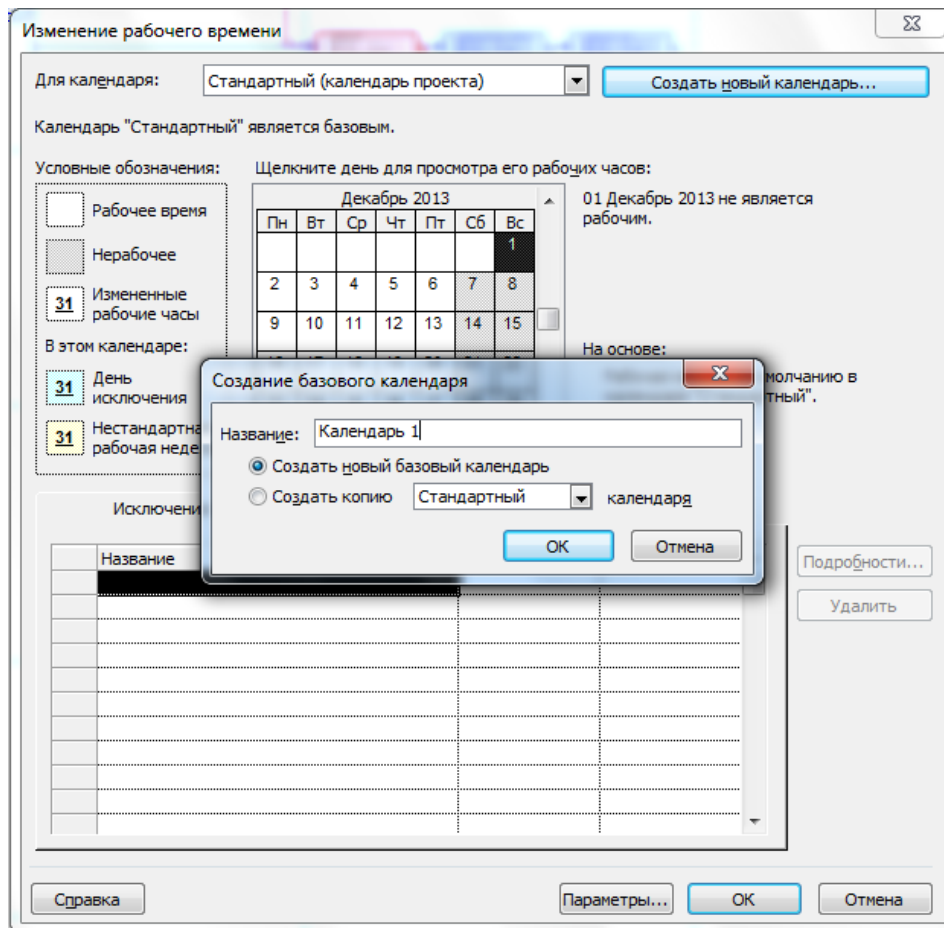

Рис. 2.6. Диалог **Change Working Time** (Изменить рабочее время)
- Выберите команду меню **Service** ⇒ **Change Working Time** (Сервис ⇒ Изменить рабочее время). На экране появится диалог **Change Working Time** (Изменить рабочее время) (рис. 2.6).